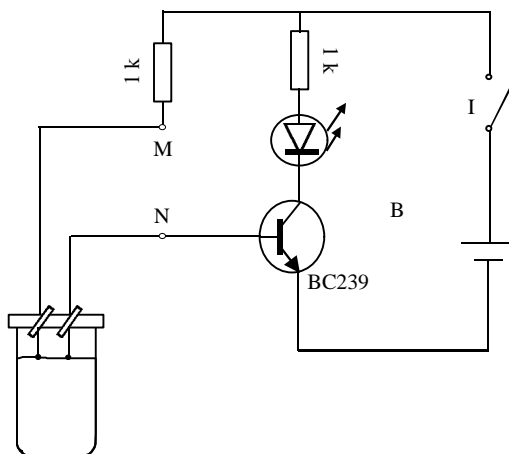

Fig.14.1: Circuit detector del nivells d'aigua d'un dipòsit: ús d'un transistor.
Munta el circuit de la fig.14.1. Una manera de procedir és començar per posar el transistor en la placa base tot sol, i tot seguit anar fent les branques del circuit. Connecta dos cables en dos punts M i N de la placa base. Introdueix en un receptacle buit -un got, per exemple-, els extrems d'aquests cables. (La barra, opcional, de la fig.14.1 serveix per a subjectar, per exemple, dues pinces d'estendre roba. I per a mantenir els cables tibants pots lligar-ne als extrems uns petits objectes metàl·lics. També pots, simplement, usar cocodrils com a extrems).
- Acaba de descriure, amb un mínim de paraules, el muntatge de la fig.14.1: "Tenim una pila en sèrie amb un polsador i una resistència ..."
- Com podríem completar el muntatge de la fig.14.1 per tal que es tallara automàticament el plenament del dipòsit?